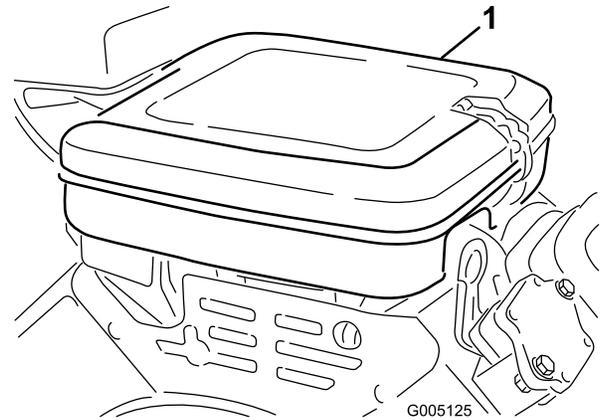

図 41
1. ロック用クリップを取り、エアクリーナカバー 図 41を外す。カバーを丁寧に清掃する。